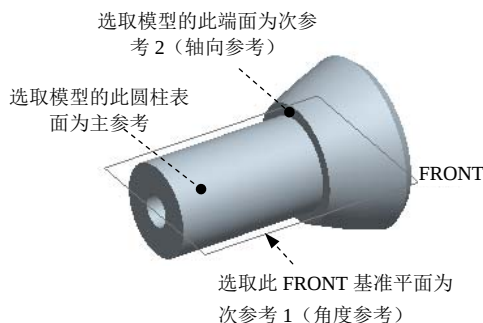
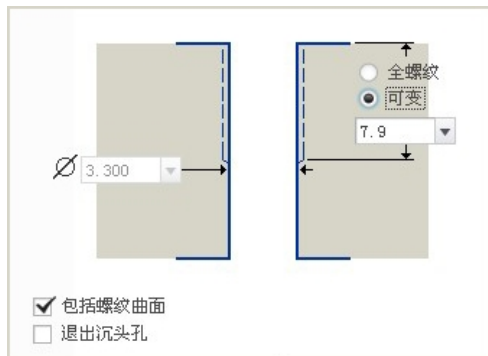
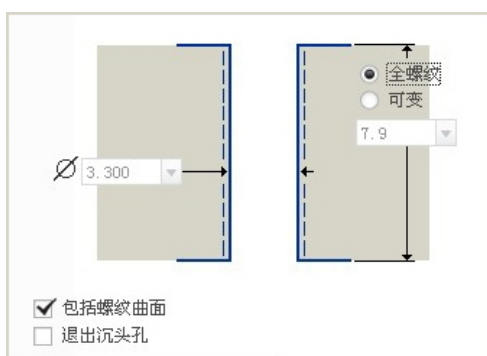

图 3.13.4 孔的放置
图 3.13.5 深度可变螺孔
图 3.13.6 全螺纹螺孔
(1) 定义孔放置的放置参考。单击操控板中的 **放置** 按钮，选取图 3.13.4 所示的模型表面——圆柱面为放置参考。
(2) 定义孔放置的方向及类型。采用系统默认的放置方向，放置类型为 **径向**。
(3) 定义次参考 1（角度参考）。
① 单击操控板中 **偏移参考** 下的“单击此处添加…”字符。
② 选取图 3.13.4 所示的 **FRONT** 基准平面为次参考 1（角度参考）。
③ 在“角度”后面的文本框中，输入角度值 **0**（此角度值用于孔的径向定位），并按回车键。
(4) 定义次参考 2（轴向参考）。
① 按住 **Ctrl** 键，选取如图 3.13.4 所示的模型端面为次参考 2（轴向参考）。
② 在“轴向”后的文本框中输入距离值 **20.0**（此距离值用于孔的轴向定位），并按回车键。
Step4. 选择螺孔结构类型和尺寸。在操控板中，在操控板中按下  按钮，再单击 **形状** 按钮，再在图 3.13.5 所示的“形状”界面中选中  **全螺纹** 单选项。
(1) 一般螺孔形式。在操控板中，单击 ，再单击 **形状**，系统弹出如图 3.13.5 所示的界面，如果选中  **全螺纹** 单选项，则螺孔形式如图 3.13.6 所示。